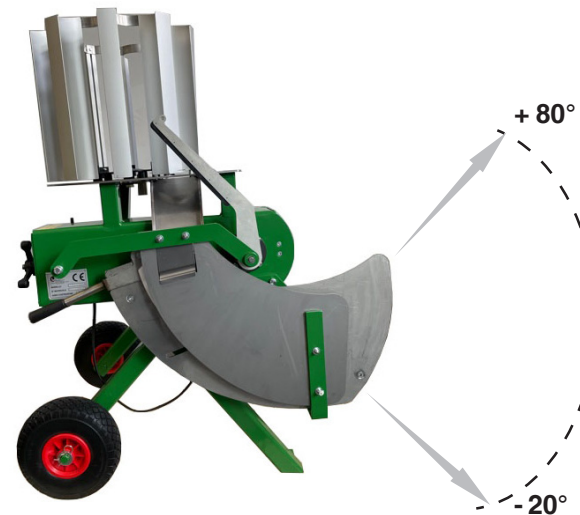

Fig.7
1. Non sostare mai davanti alla macchina nella traiettoria di tiro dei piattelli. (Vedi Fig. 7)
1. Do not linger in front of the machine within the clay target trajectory (see Fig.7)